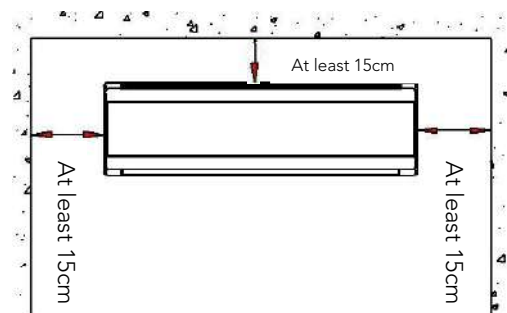

Fig 1
- Asegurar la distancia requerida en la Fig.1.
- La parte posterior de la unidad interior debe estar cerca de la pared (Fig.1)